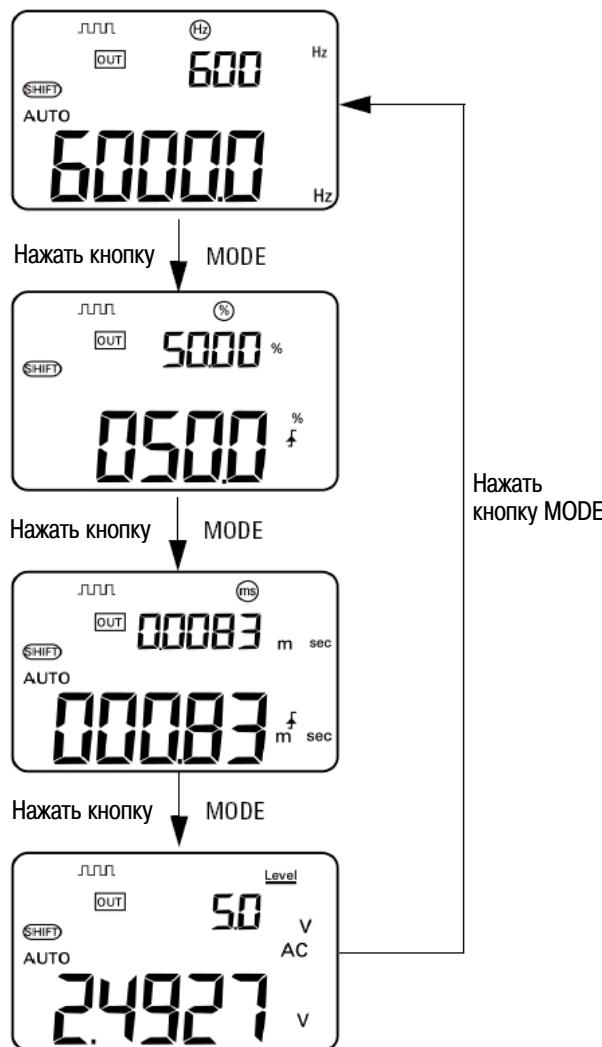

Рис. 2-7 Установка параметров выходного сигнала прямоугольной формы
- По умолчанию приняты следующие установки параметров: частота 150 Гц, коэффициент заполнения 50%, длительность импульсов 3,3333 мс и амплитуда +5 В (см. рис. 2-7).